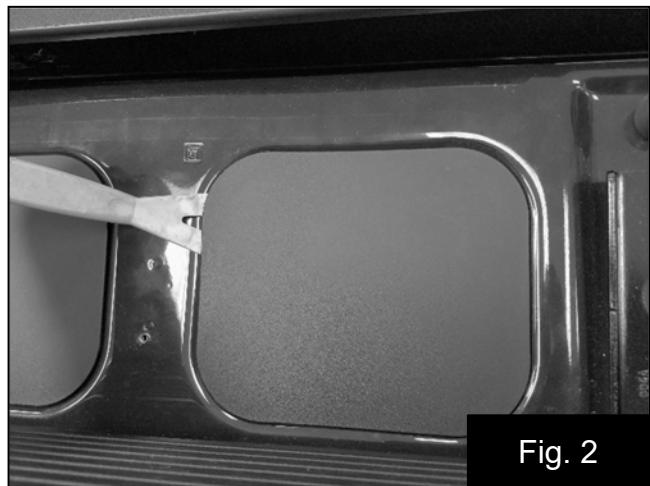

Fig. 2
3. Retire los cuatro paneles de plástico de la cubierta. Algunos vehículos pueden incluir un juego de luces en dos de los paneles. Si se incluyen las luces, estas deberán instalarse nuevamente en el bafle del altavoz Kicker posteriormente. Fig. 2